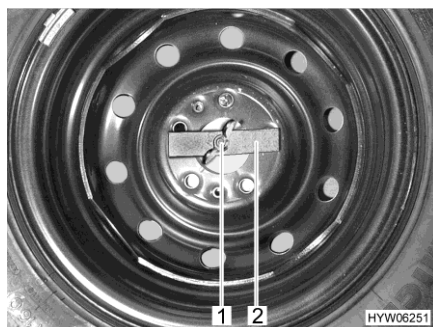

Fig. 157 Roue de secours dans le coffre arrière
- Desserrer l'écrou papillon (Fig. 157,1) à la main et le dévisser.
- Retirer la pièce de pression (Fig. 157,2).